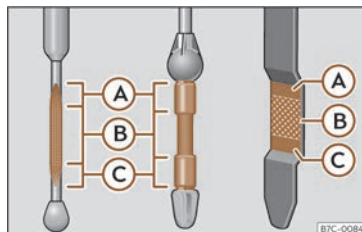

Fig. 222 Vareta de mesurament del nivell d'oli.
- A continuació, torneu a extreure-la i comproveu el nivell d'oli» fig. 222. En cas necessari, reposeu oli del motor.
- Quan el nivell d'oli arribi com a mínim a la zona»» fig. 222 (B), caragoleu el tap de la boca d'ompliment amb cura »» ⚠️.
Si el nivell d'oli es troba per sobre de la zona »» fig. 222 (A), no arrenqueu el motor. Podeu causar danys al motor i al catalitzador. Informe a un taller especialitzat.
El nivell d'oli no ha d'estar en cap cas per sobre de la zona»» fig. 222 (A). Si es superés el límit, es podria aspirar oli pel respirador del càrter del cigonyal i arribar a l'atmosfera a través del sistema d'escapament.